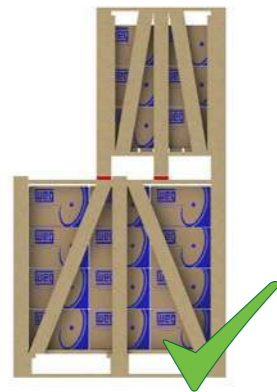
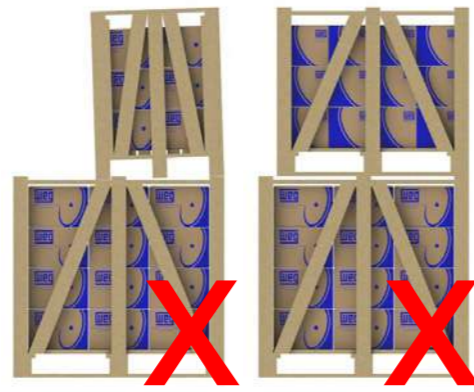

Figura 5.3 - Apilamiento adecuado.
Figura 5.4 - Apilamiento inadecuado.
3) Las patas de los embalajes superiores deben estar apoyadas sobre calces de madera (Figura 5.3) no sobre cintas de acero ni pueden permanecer sin apoyo (Figura 5.4).